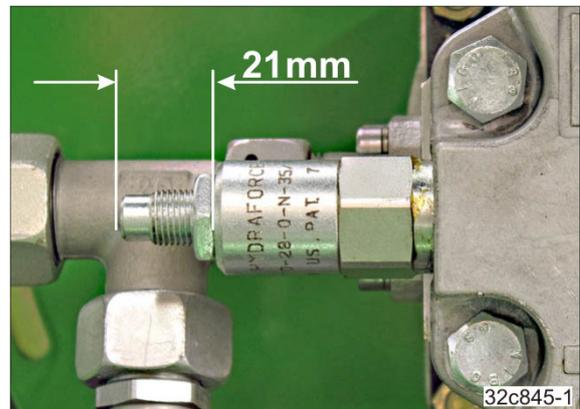

Рис. 172
2. Установите редукционный клапан на заводское значение «21 мм» (Рис. 172).